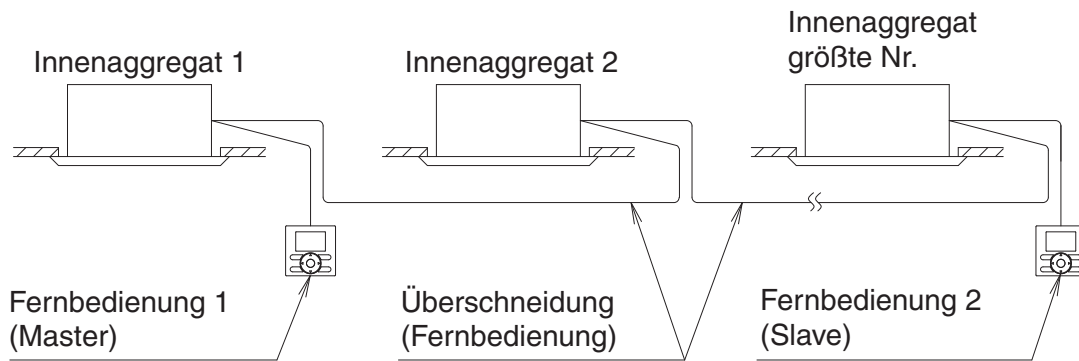

Abb. 20
- Bei Verwendung der Gruppensteuerung und der gleichzeitigen Steuerung mit 2 Fernbedienungen verbinden Sie die Fernbedienung 2 (Slave) mit dem Innengerät am Ende der Überschneidung (mit der größten Nummer). (Siehe Abb. 20)